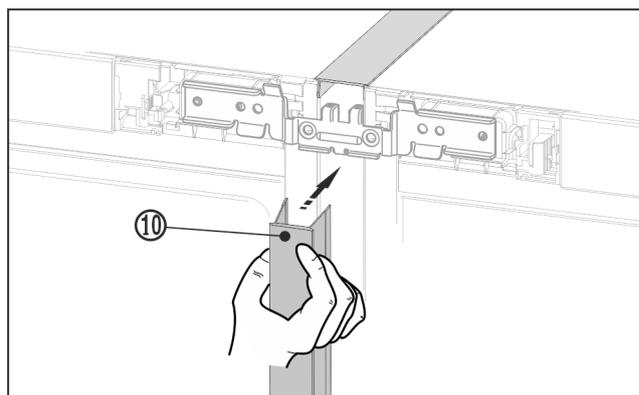

Fig. 28
- ▶ 在设备正面将长护板条 Fig. 28 (10) 压入垂直缝隙中。注意，护板条位于连接板上。